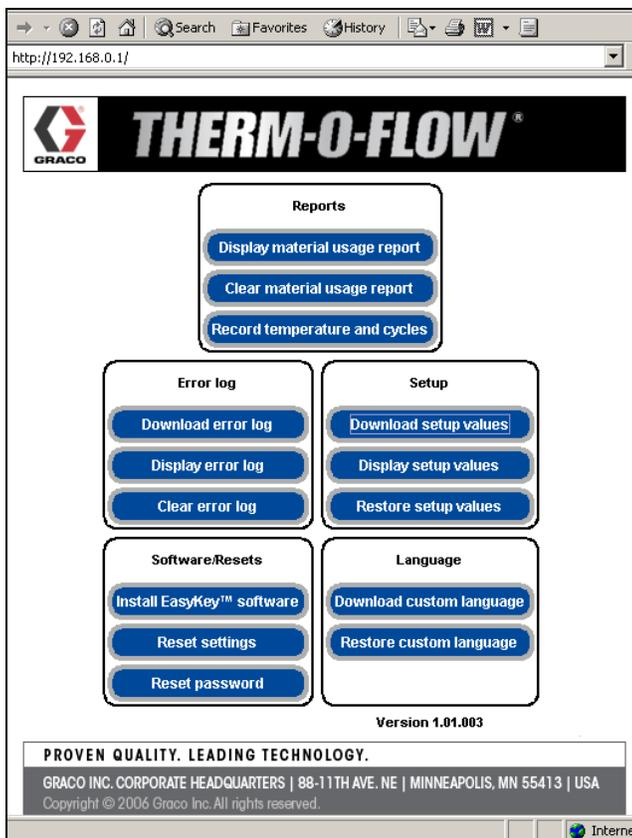

FIG. 33: Pantalla principal del software
5. Aparece la pantalla principal del software. Vea FIG. 33.
Desde la pantalla principal (vea FIG. 33) el operario puede seleccionar los botones para los informes, el registro de errores, la configuración, los software/reposiciones, o el idioma.